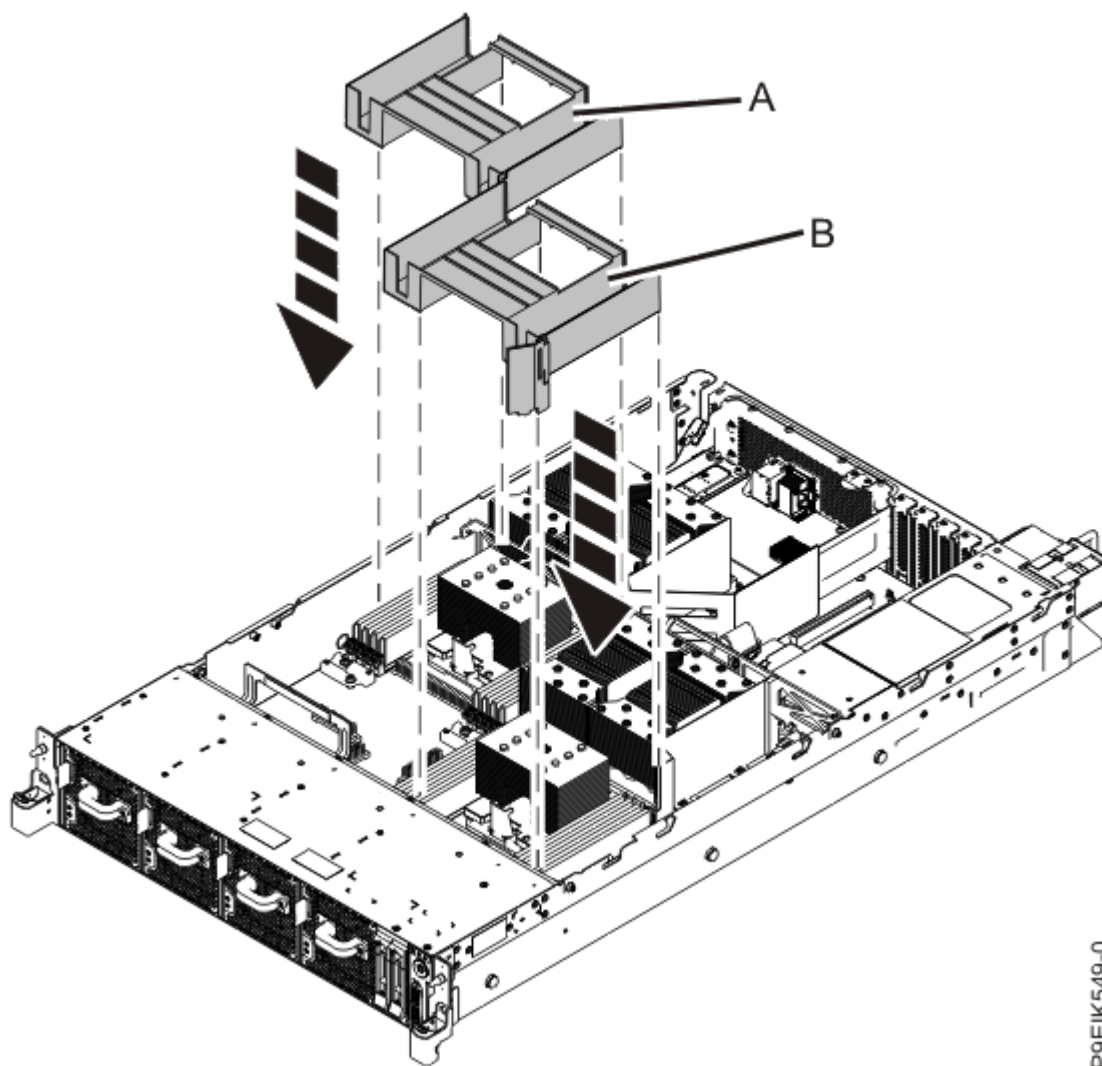

Figura 32. Colocar novamente as condutas de ventilação do processador do sistema
9. Coloque novamente as condutas de ventilação (A) e (B), como é mostrado na Figura 32 na página 37.